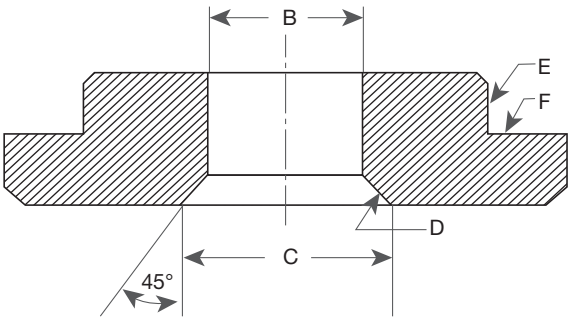

Bild 45: Nedre fjäderbricka
1. Ta bort matarröret (40) från basen (1) genom att välja ett hål med en diameter som är ca 0,40 mm (0,016") mindre än matarrörets ytterdiameter. Borra in i utmatningsrörets hål där röret är fäst vid basen. Detta minskar rörets vägg tjocklek så mycket att det lätt kan fällas ihop för borttagning. Membranflänsen täcker hålet i guidetän som kommer att finnas kvar efter att röret har tagits bort.
2. Maskinbearbeta den befintliga nedre fjäderbrickan (17) (se bild 45 och tabell 22).